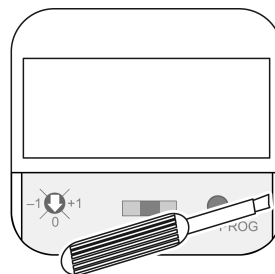

Imagen 16: Desmontaje del embellecedor
- Retirar con cuidado el embellecedor con un destornillador (Imagen 16).